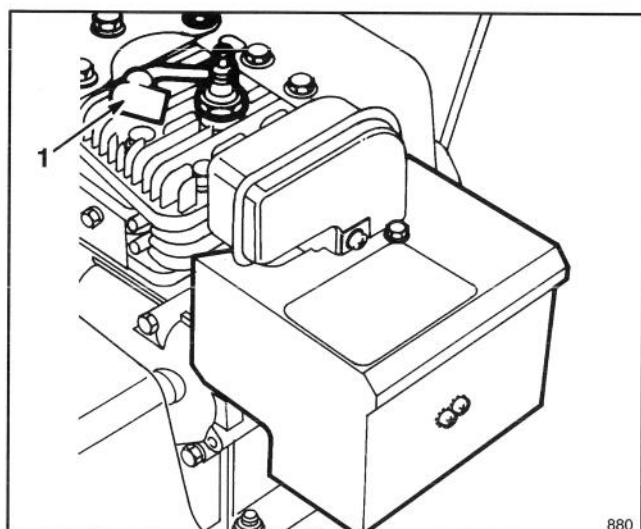

Figure 31
2. Débranchez le câble de la bougie et enlevez la bougie de la culasse (Fig. 31).
4. Raccordez le câble à la bougie (Fig. 31).